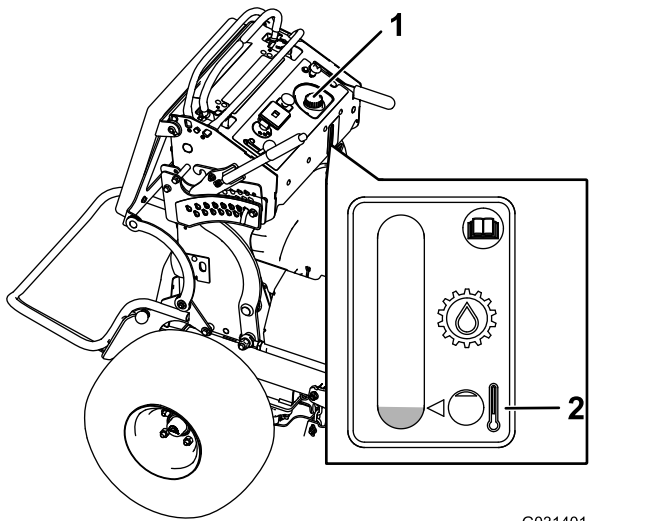

Figura 70
- Limpie alrededor del cuello de llenado y el tapón del depósito de aceite hidráulico (Figura 70).
4. Retire el tapón del cuello de llenado (Figura 70).